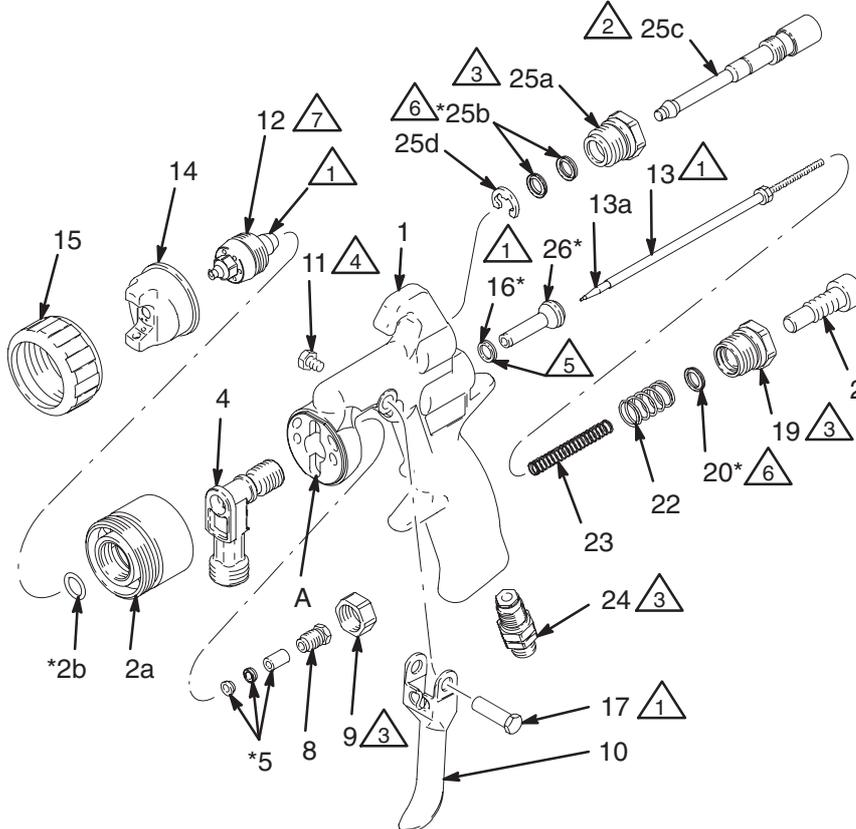

Fig. 28
- Lubrique ligeramente las piezas indicadas en la Fig. 28 con lubricante 111265.
4. Saque la perilla de ajuste del fluido (21) y el muelle del fluido (23). Vea la Fig. 28.
5. Extraiga la aguja de fluido (13) por la parte trasera de la pistola.
6. Saque el tornillo (11), el pasador (17), y el gatillo (10).
7. Saque la tuerca hexagonal (9) con ayuda de la herramienta para pistolas (28).
8. Saque la cámara de pulverización (2a) y el separador (4).
9. Desenrosque el tornillo prensaestopas (8) del separador (4) con ayuda de la herramienta para pistolas (28).
10. Utilice el extremo posterior de la aguja de fluido (13) para empujar las tres empaquetaduras de fluido (5) sacándolas del separador (4). Tenga cuidado de no dañar la aguja o el separador. Deseche las empaquetaduras viejas.
11. Revise la aguja de fluido (13) en busca de signos de daños o desgaste excesivo. Reemplace la punta de la aguja o, si fuera necesario, la aguja completa.
13. Introduzca la aguja de fluido (13) en la parte trasera del separador (4) para instalar las empaquetaduras de fluido (5).
14. Apriete el tornillo prensaestopas (8) sólo lo suficiente como para sujetar las empaquetaduras (5) en su alojamiento (4). La aguja (13) deberá moverse libremente. Retire la aguja.
15. Deslice el separador (4) en la cámara de pulverización (2a). Vea la Fig. 28. Alinee la cámara con la ranura y el borde (A) de la pistola y deslice el separador en el cuerpo de la pistola (1).
16. Apriete a mano la tuerca hexagonal (9) en el separador (4), y después afloje la tuerca aproximadamente una vuelta, de forma que el separador (4) y la cámara de pulverización se asiente con holgura en el cuerpo de la pistola.
17. Lubrique e instale la aguja de fluido (13).
18. Lubrique las roscas de la perilla de ajuste del fluido (21), e instale el muelle de fluido (23) y la perilla de ajuste.
19. Instale el gatillo (10), el pasador (17), y el tornillo (11).
- Se dispone de un kit de reparación de la pistola Ref. Pieza 239639. El kit incluye una junta tórica (2b), el kit de empaquetaduras de fluido (5), las copelas en U (16, 20, 25b), y el conjunto de la válvula de aire (26).
4. Desmonte la perilla de ajuste del fluido (21) y el muelle de fluido (23). Vea la Fig. 28, en la página 20.
8. Saque la cámara de pulverización (2a) y el separador (4). Saque la junta tórica (2b) con un pico e instale una junta tórica nueva.
18. Empuje cada una de las juntas de la copela en U (20) en la tuerca de ajuste del chorro (19) hasta que se note que encajan correctamente.
20. Saque la tuerca de la válvula de fluido (19), el muelle de la válvula de aire (22), y el conjunto de la válvula de aire (26). Deseche el conjunto de la válvula de aire. Vea la Fig. 28, en la página 20.